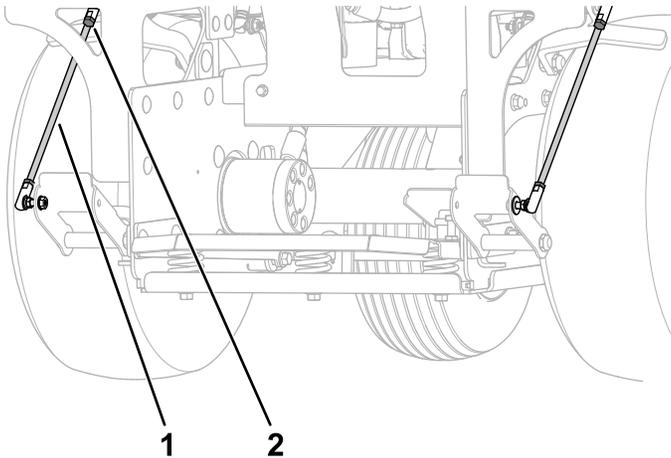

Figure 90
4. Desserrez les 2 écrous de blocage sur la tringlerie de frein à l'arrière de la machine (Figure 90).
5. Pour augmenter la force de freinage, tournez la tringlerie dans le sens antihoraire de 1 à 2 tours (Figure 90).
7. Serrez les 2 écrous de blocage (Figure 90).